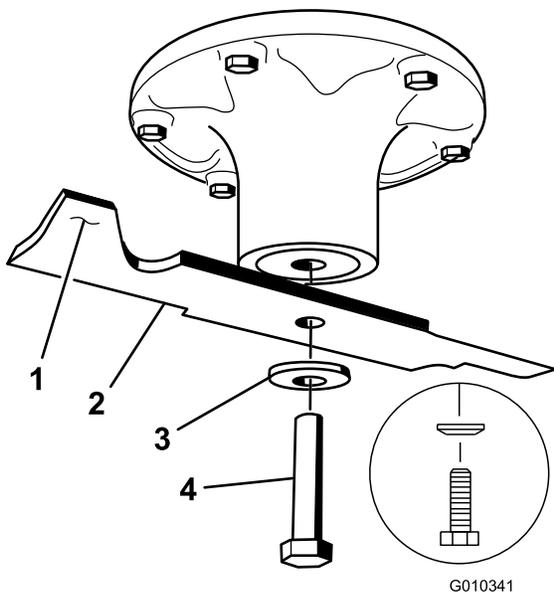

Figure 59
Tenez la lame par son extrémité avec un chiffon ou un gant épais. Enlevez de l'axe, le boulon, la rondelle bombée et la lame (Figure 59).
partie relevée seulement (Figure 59). Répétez cette procédure jusqu'à ce que la lame soit équilibrée.
1. Placez la lame sur l'axe (Figure 59).
2. Installez la rondelle élastique et le boulon de la lame. Le côté bombé de la rondelle élastique doit être dirigé vers la tête du boulon (Figure 59). Serrez le boulon à un couple de 135 à 150 Nm (100 à 110 pi-lb).